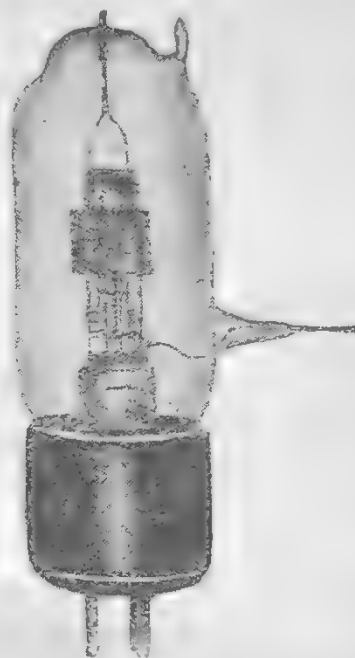

Рис. 9. Лампа C-91
5) С-94. Лампа—экранированная, предназначенная для работы в генераторах с независимым возбуждением. Для уменьшения емкости анод—управляющая сетка вывод анода сделан вверх баллона, а управляющей сетки—сбоку. Вывод экранирующей сетки вместе с выводами катода сделаны в нижней ножке. Вид лампы дан на рис. 9. Габарит лампы 75×130×280 мм.